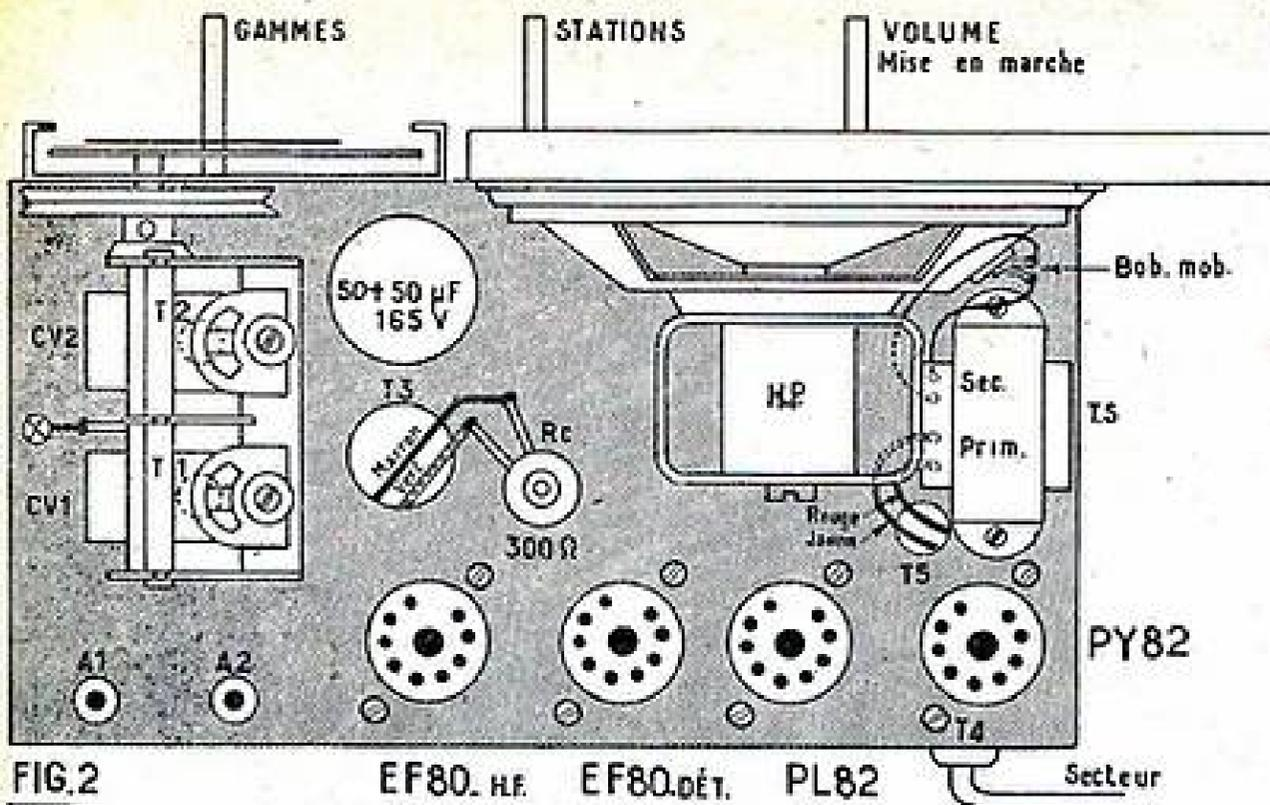

FIG. 2
En examinant de près un étage classique de sortie-lignes nous pouvons facilement dégager cette analogie. Nous nous trouvons effectivement devant un enroulement d'où partent les tensions. Bien sûr cet enroulement sera alimenté parfois en auto-transfo par la charge de plaque tout entière, mais nous négligeons volontairement tout le reste de l'enroulement pour ne retenir que la fraction AB (fig. 2). Dans la figure 3 du dessous, nous montrons précisément les parties auxquelles correspondraient cette fraction dans une alimentation produisant
Le câblage d'un petit poste de ce genre est très simple ; cependant, de même que pour un appareil plus important, il faut procéder suivant un certain ordre, sinon certaines connexions posées prématurément risqueraient de gêner le travail. Le câblage est indiqué sur les figures 2 et 3 et c'est à elles que l'on doit se reporter pour déterminer la position des fils, résistances et condensateurs qui vont former les circuits.
l'autre cosse de cette résistance à la cosse c du relais A. Pour faciliter la correspondance entre les figures 2 et 3, nous avons indiqué ces deux fils par les couleurs « vert » et « marron ». La cosse c du relais A est connectée à la broche 5 du support de PY82. La broche 4 de ce support est reliée à la broche 5 du support de PL82. La cosse 4 du support de PL82 est réunie à la broche 4 du support de EF80 (HF). La cosse 5 de ce support est connectée à la cosse 4 du support de EF80 (dét.). La cosse 5 et le blindage central de ce dernier support sont reliés à la cosse 9.